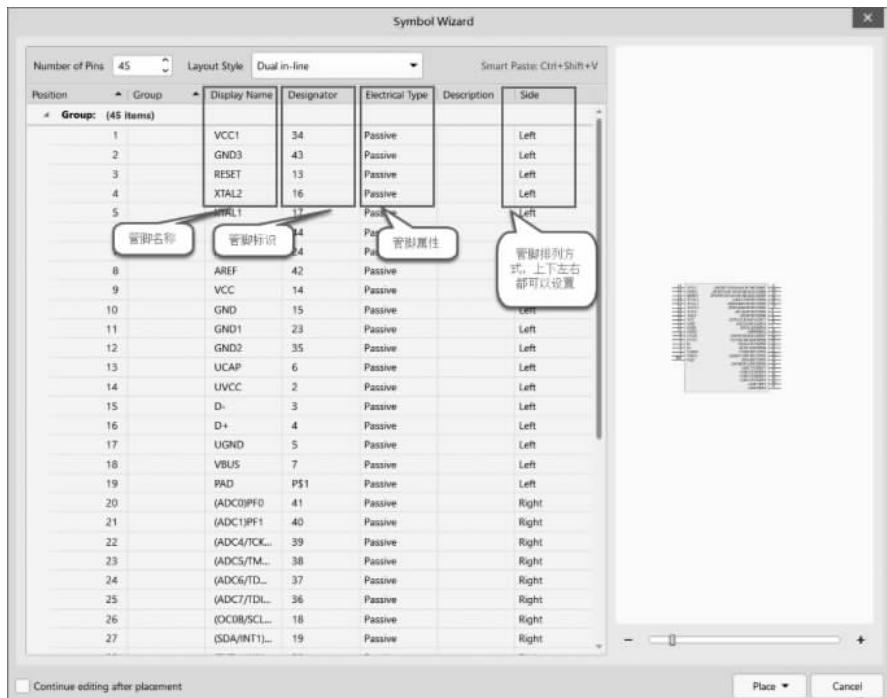

图 3-20 在 Symbol Wizard 对话框中输入管脚信息
(1) 在原理图库编辑界面下，执行菜单栏中“工具”→“新器件”命令，新建一个器件，并重命名为 ATMEGA32U4。
(2) 执行菜单栏中“工具”→Symbol Wizard 命令，打开 Symbol Wizard 对话框，如图 3-20 所示。接下来就是在该对话框中输入需要的信息，可以将这些管脚信息从器件规格书或者其他地方复制粘贴过来，不需要一个一个地手工填写。手工填写不仅耗时、费力，而且容易出错。